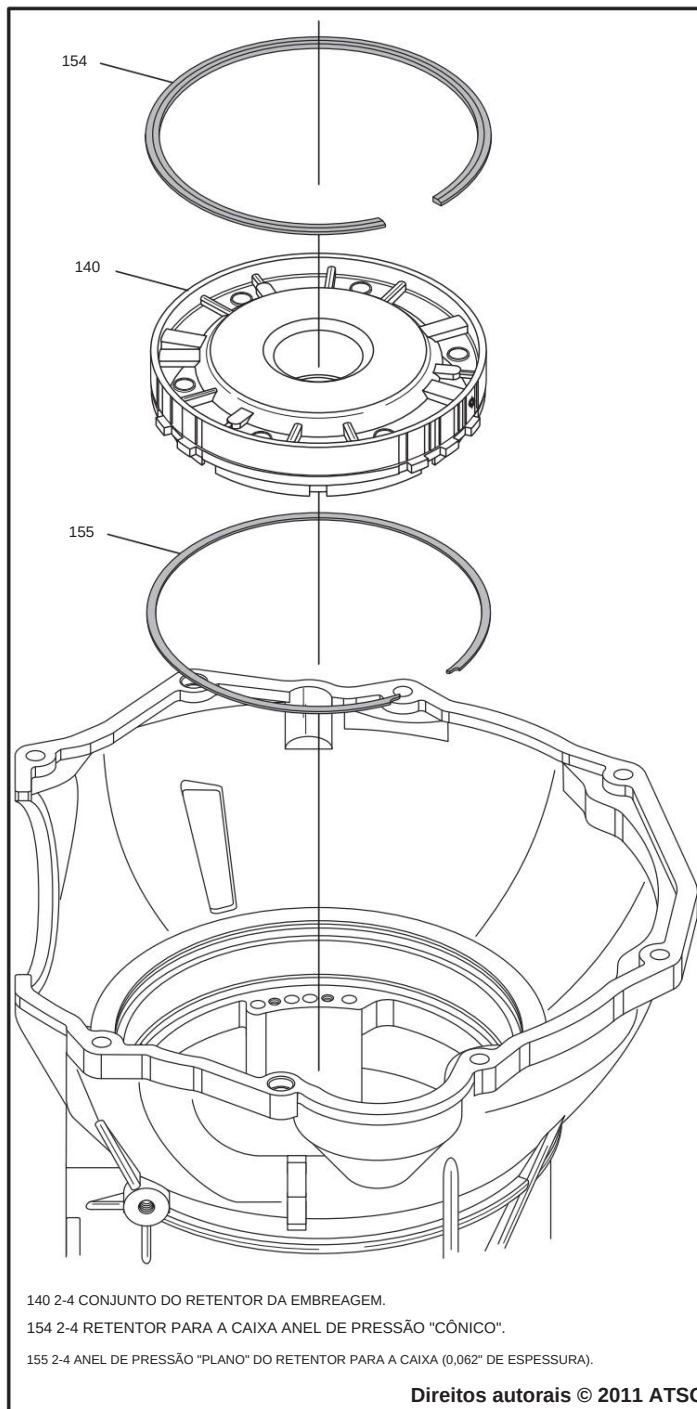

Figura 138
3. Instale o anel de retenção **plano** 2-4 na caixa, conforme mostrado na Figura 138.
4. Instale o retentor da embreagem 2-4 na caixa, conforme mostrado na Figura 138.
5. Instale o anel elástico **cônico** do retentor da embreagem 2-4 com o cone voltado para cima, conforme mostrado na Figura 138.